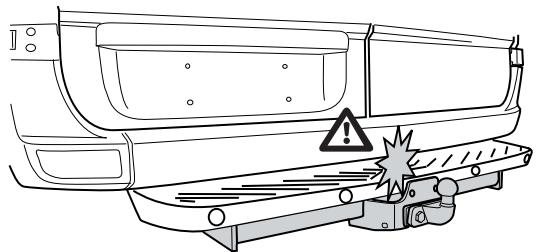

Fig. 2
4. Смонтируйте буксируйный крюк "1" на внешней стороне балок шасси и внутренней стороне внутреннего бампера, используя отверстия А. Проследите за тем, чтобы при установке поперечной балки не повредить бампер! См. рисунок 2.